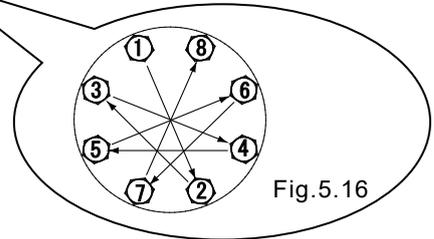

Fig. 5.16
- Apriete los tornillos gradualmente en secuencia con una diagonal incluso par. (consulte Fig. 5.16)